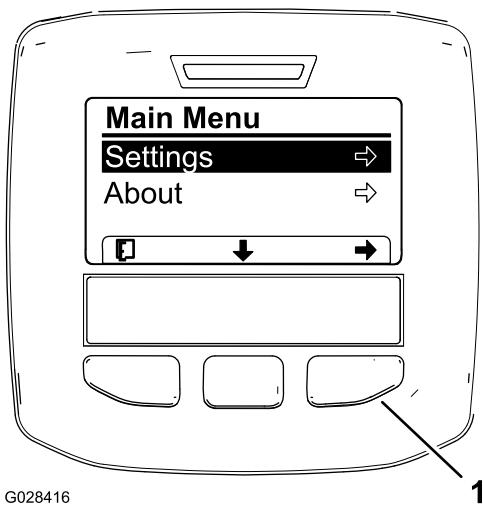
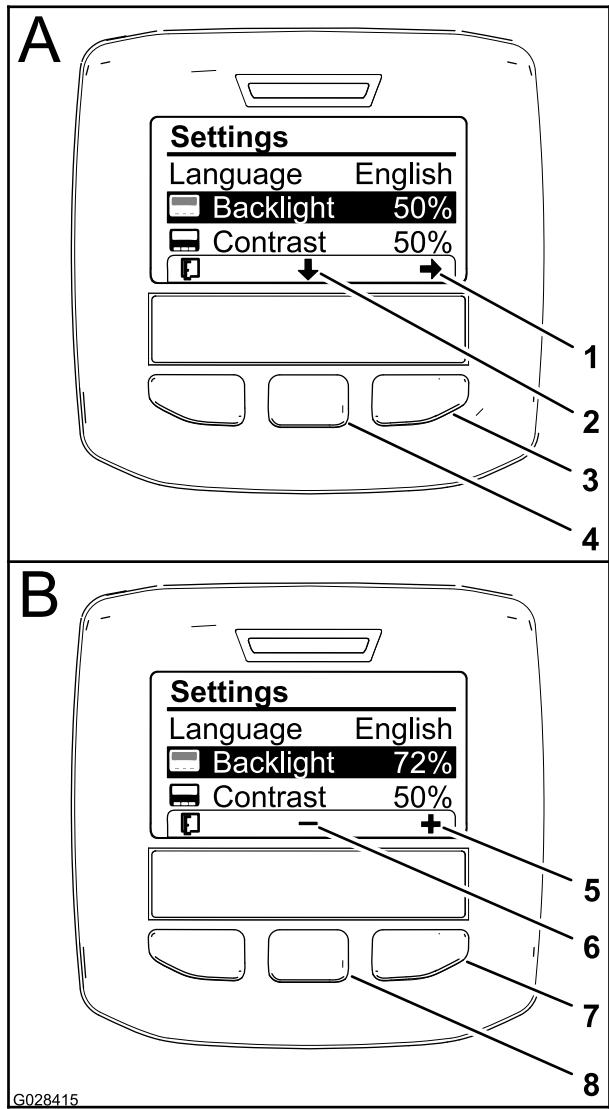

Figura 62
Figura 64
3. Premete il pulsante di selezione centrale per accedere al menu Principale (Figura 62).
5. Premete il pulsante di selezione sinistro per salvare la /le vostra/e selezione/i, uscire dal menu Impostazioni e tornare al menu Principale (Figura 62).
(il pulsante sotto l'icona a forma di freccia rivolta verso il basso nel display) per spostare l'opzione selezionata verso le impostazioni della Retroilluminazione (Figura 64).
3. Premete il pulsante di selezione destro per visualizzare il contesto della regolazione del valore (Figura 64).
- Usate il pulsante di selezione centrale e il pulsante di selezione destro per modificare il livello di luminosità del display (Figura 64).
- Premete il pulsante di selezione sinistro (il pulsante sotto l'Icona dell'elenco nel display) per salvare la vostra selezione, uscire dal menu della Retroilluminazione e tornare al menu delle Impostazioni (Figura 64).
- Per regolare il livello del contrasto del display, premete il pulsante di selezione centrale (il pulsante sotto l'Icona a forma di freccia rivolta verso il basso nel display) per spostare l'opzione selezionata verso le impostazioni del Contrast (Figura 64).
- Premete il pulsante di selezione destro per visualizzare il contesto della regolazione del valore (Figura 64).
- Premete il pulsante di selezione sinistro (il pulsante sotto l'Icona dell'elenco nel display) per salvare la vostra selezione, uscire dal menu del Contrast e tornare al menu delle Impostazioni (Figura 64).
- Premete il pulsante di selezione sinistro per uscire dal menu Impostazioni e tornare al menu Principale (Figura 62 e Figura 64).
- Premete il pulsante di selezione sinistro per tornare alla schermata iniziale (Figura 64).